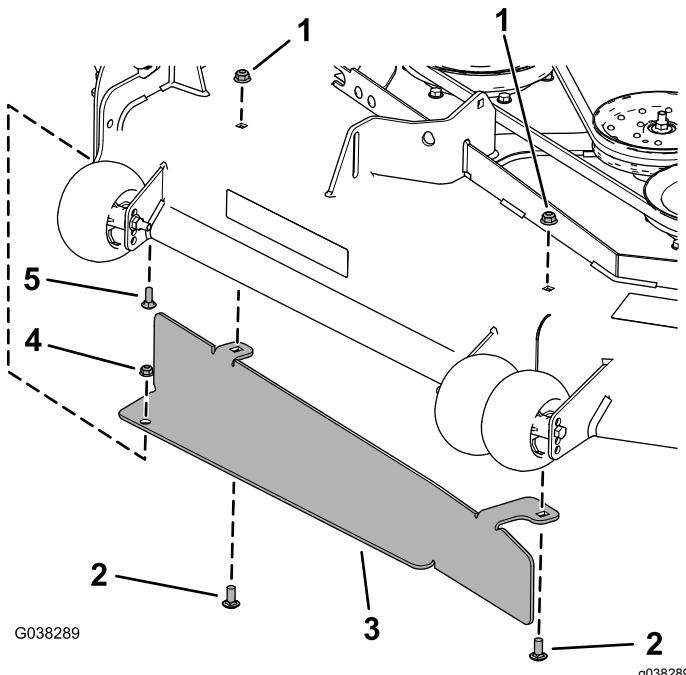

Figura 16
- Montate il deflettore utilizzando il bullone a testa tonda (5/16" x $\frac{7}{8}$ "), il dado flangiato (5/16"), 2 bulloni a testa tonda ($\frac{3}{8}$ " x $\frac{7}{8}$ ") e 2 dadi flangiati ($\frac{3}{8}$ "), come illustrato nella Figura 16.